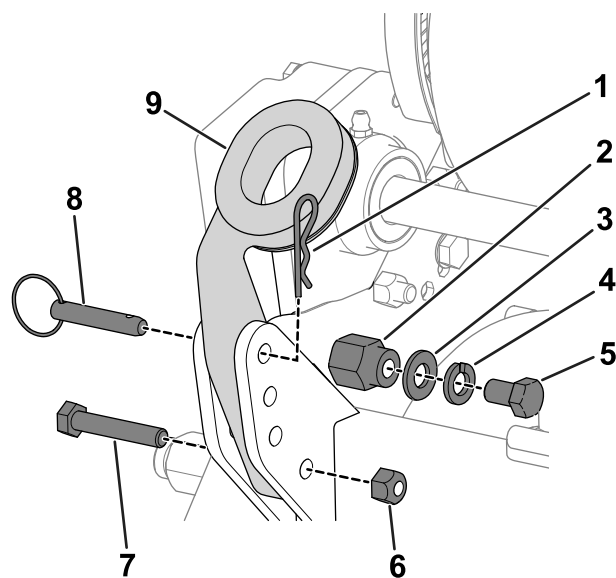

Figura 3
1. Rimuovete i bulloni (5/16"), i dadi di bloccaggio, i perni ad anello e le coppiglie che fissano la base dei bracci della stegola su ciascun lato della macchina (Figura 3).
6. Utilizzate i bulloni (5/16"), i dadi di bloccaggio, le coppiglie e i perni ad anello rimossi in precedenza per fissare la base dei bracci della stegola sul retro del telaio (Figura 3).
2. Togliete i bulloni (3/8"), le rondelle e le rondelle di bloccaggio dai perni di montaggio che si trovano su ciascun lato della macchina (Figura 3).
3. Inserite le estremità della stegola nei fori dei bracci della stegola, ed allineate i fori con i perni di montaggio (Figura 3).